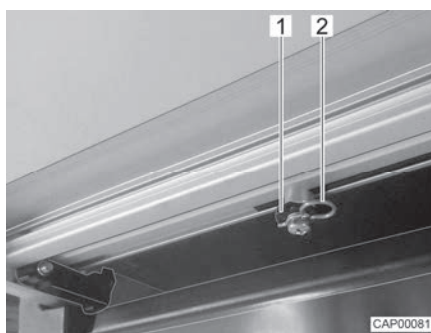

Fig. 8 Asta di azionamento (scalino di ingresso)
- Sul lato inferiore dello scalino di ingresso, estrarre le due clip di sicurezza (Fig. 8,2) che si trovano sulle aste di azionamento (Fig. 8,1).